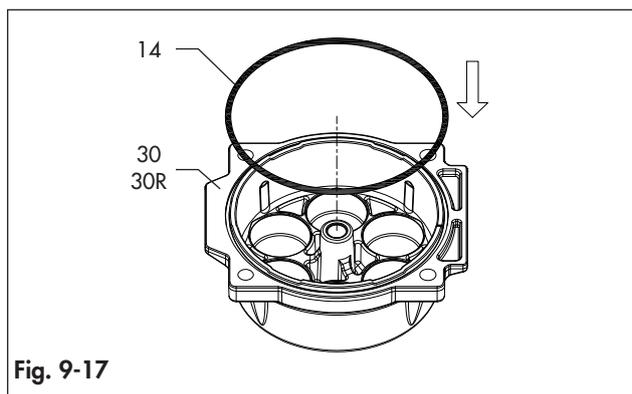
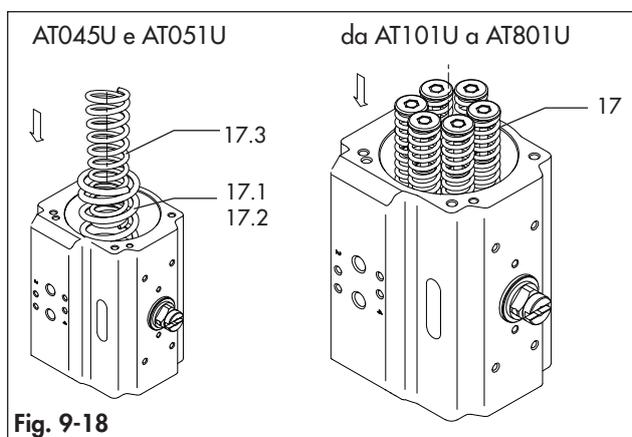
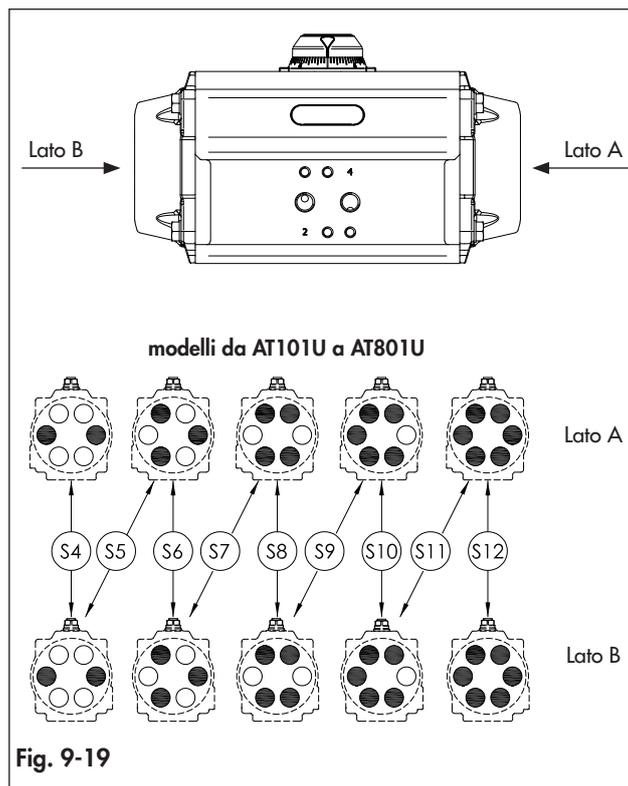

Fig. 9-17
Fig. 9-18
Fig. 9-19
- Posizionare l'o-ring delle cuffie (14) nella gola come mostrato nella Fig. 9-17, assicurandosi che l'o-ring sia fissato in modo stabile nel suo alloggiamento.
- Lubrificare nuovamente la superficie interna del corpo (50).
- In caso di attuatore con ritorno a molla, posizionare la corretta quantità di molle precaricate nella posizione corretta come indicato nella Tabella 9-4, Tabella 9-5, Fig. 9-18 e Fig. 9-19, a seconda del modello dell'attuatore.